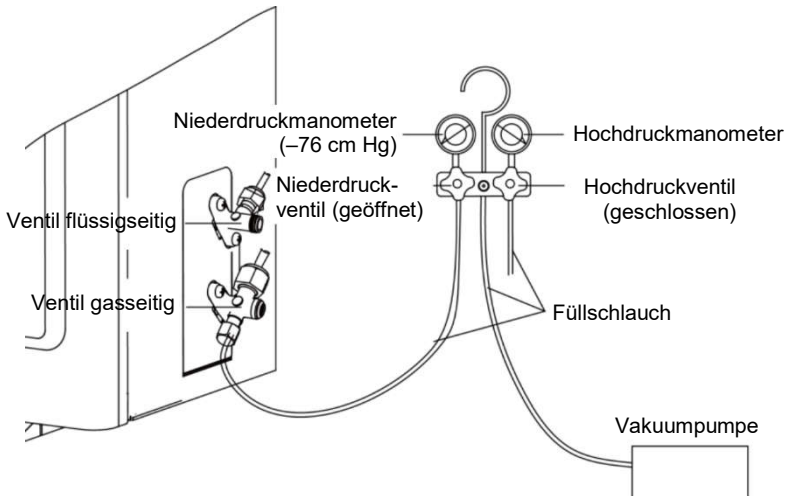

Abb. 7-4: Anschlussplan für die Vakuumpumpe
2. Schließen Sie den Füllschlauch an der Vakuumpumpe an, wie in Abb. 7-4 gezeigt.